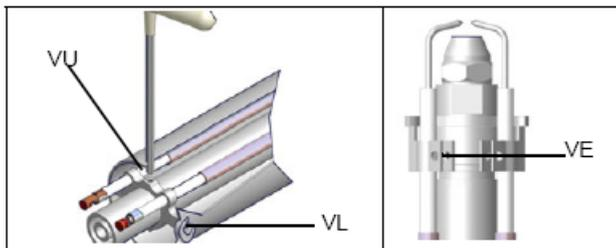
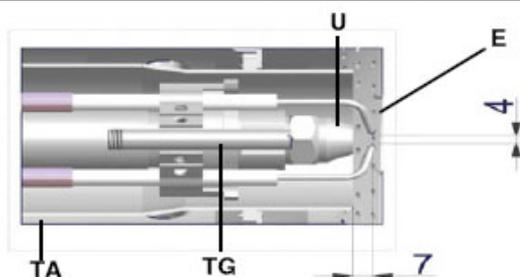

Рис. 12
Рис. 13
**ВНИМАНИЕ:** для того, чтобы отрегулировать положение форсунки относительно воздушной трубки (Рис. 13), воздействовать на винт VU, после закрепления винта VL (Рис.12)